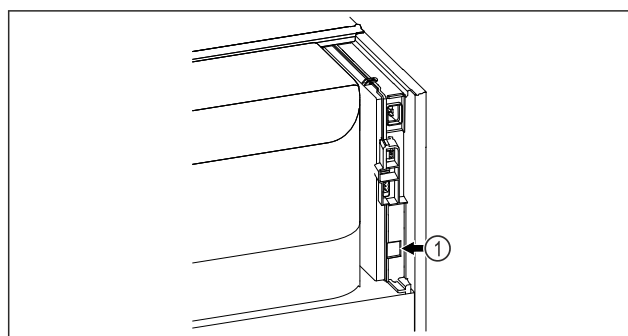

Fig. 81
- ☐ SmartModule Fig. 81 (1) è inserito.